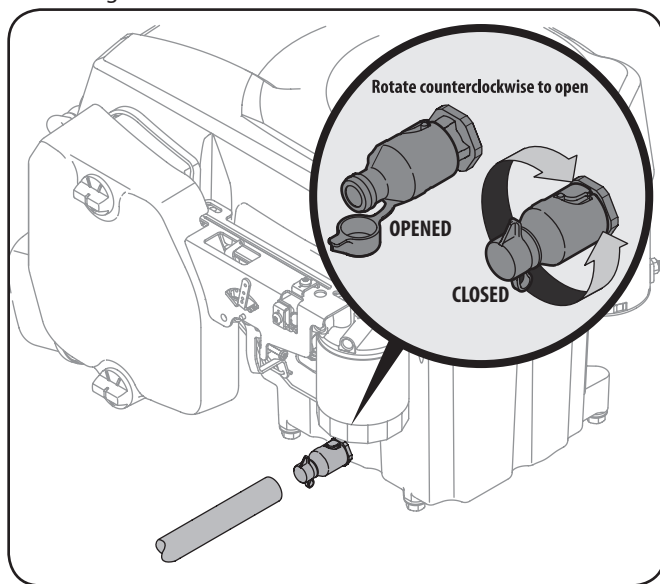

Figura 6-1
3. Pop abrir la tapa protectora en el extremo de la válvula de drenaje de aceite para exponer el puerto de drenaje. Véase la Figura 6-1.
6. Apriete las pestañas de la válvula de drenaje de aceite, a continuación, tire hacia afuera para comenzar el drenaje de aceite. Véase la Figura 6-1.